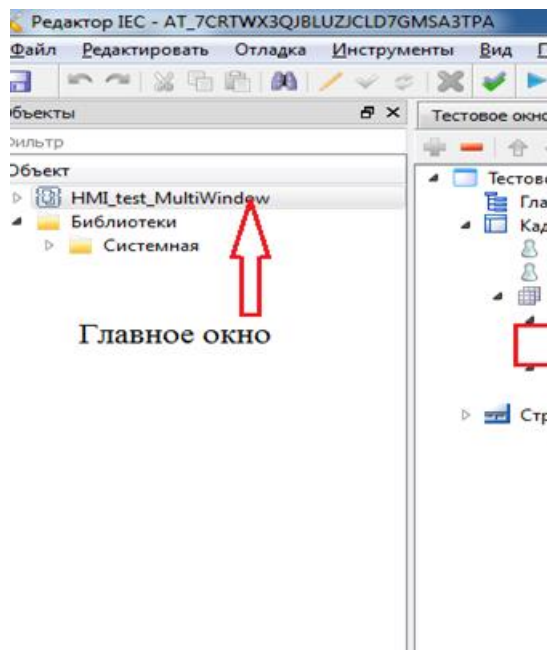
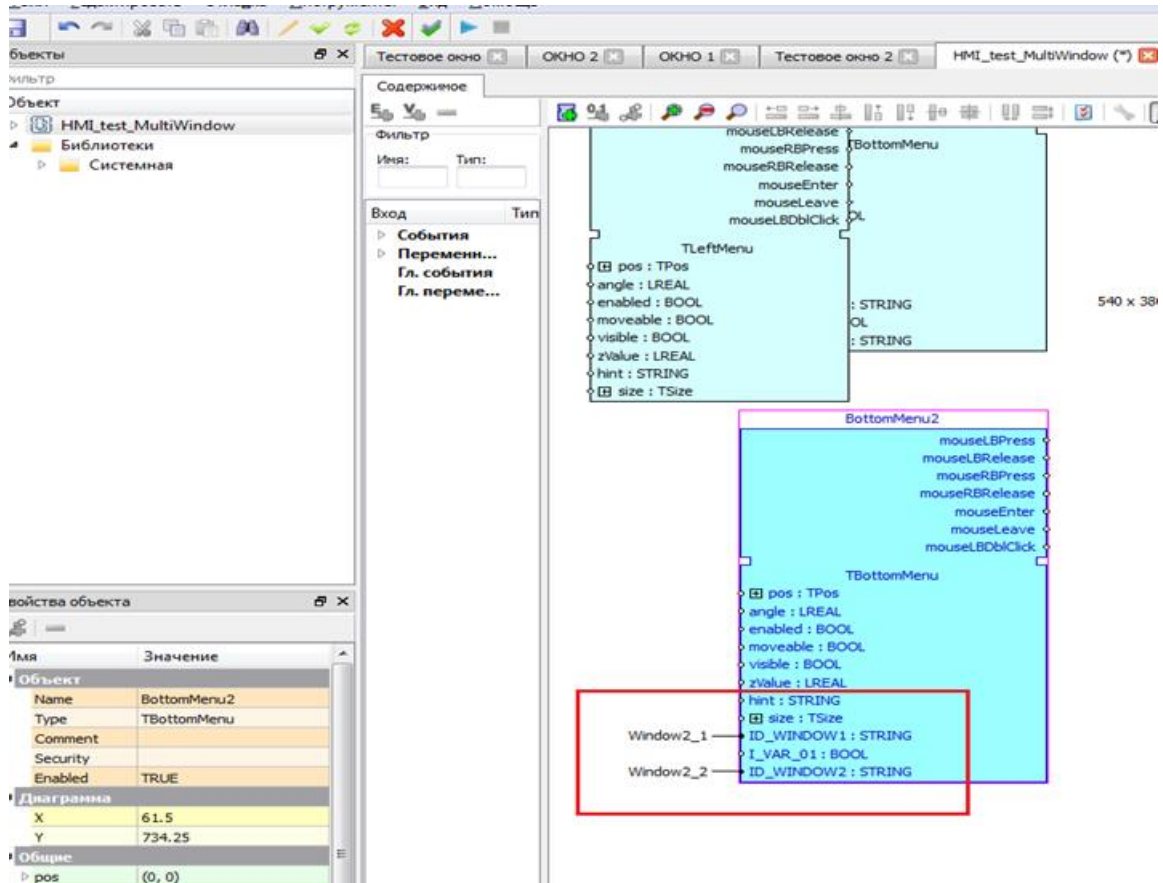

Рисунок 3.484 - Расположение меню Главного окна
Рисунок 3.485 - Настройки ID для Window2
21. Переходим в главное окно и находим объект BottomMenu2. К его ножкам ID_WINDOW1 и ID_WINDOW2 подключаем значения ID окон (см. рис. 3.484 и рис. 3.485).